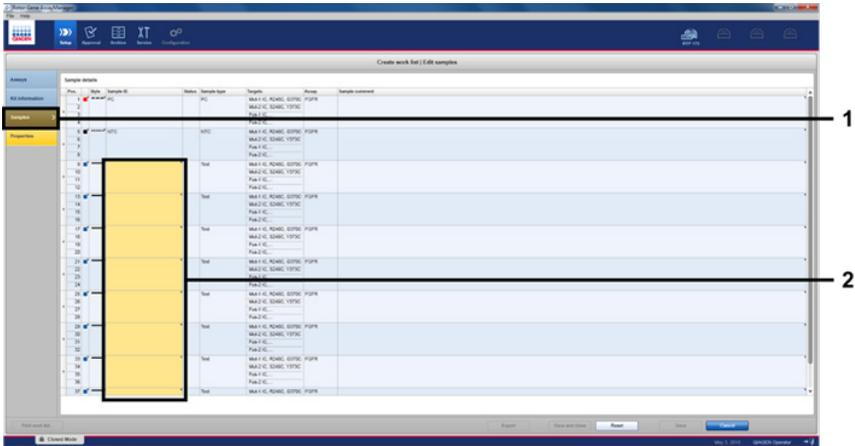

Figura 10. Ventana principal de creación de una lista de trabajo. 1 = pestaña “Samples” (Muestras), 2 = introduzca los nombres de las muestras.
5. Haga clic en la pestaña “Samples” (Muestras) para introducir información de la muestra. Introduzca los nombres de las muestras de forma manual (Figura 10).